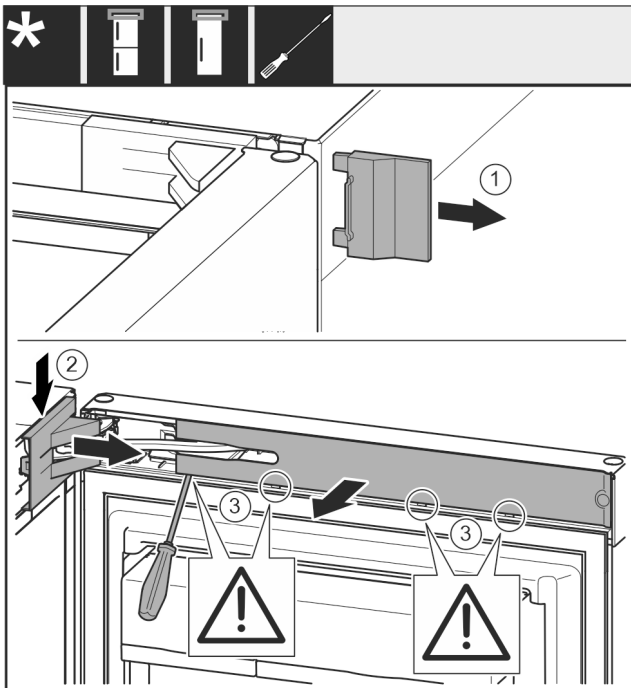

Fig. 7
- ▶ Sejměte vnější kryt. Fig. 7 (1)
- ▶ Odjistěte a uvolněte kryt stojanu ložiska. Sejměte kryt stojanu ložiska. Fig. 7 (2)
- ▶ Plochým šroubovákem vyjměte zásepku a otočte ji ke straně. Fig. 7 (3)